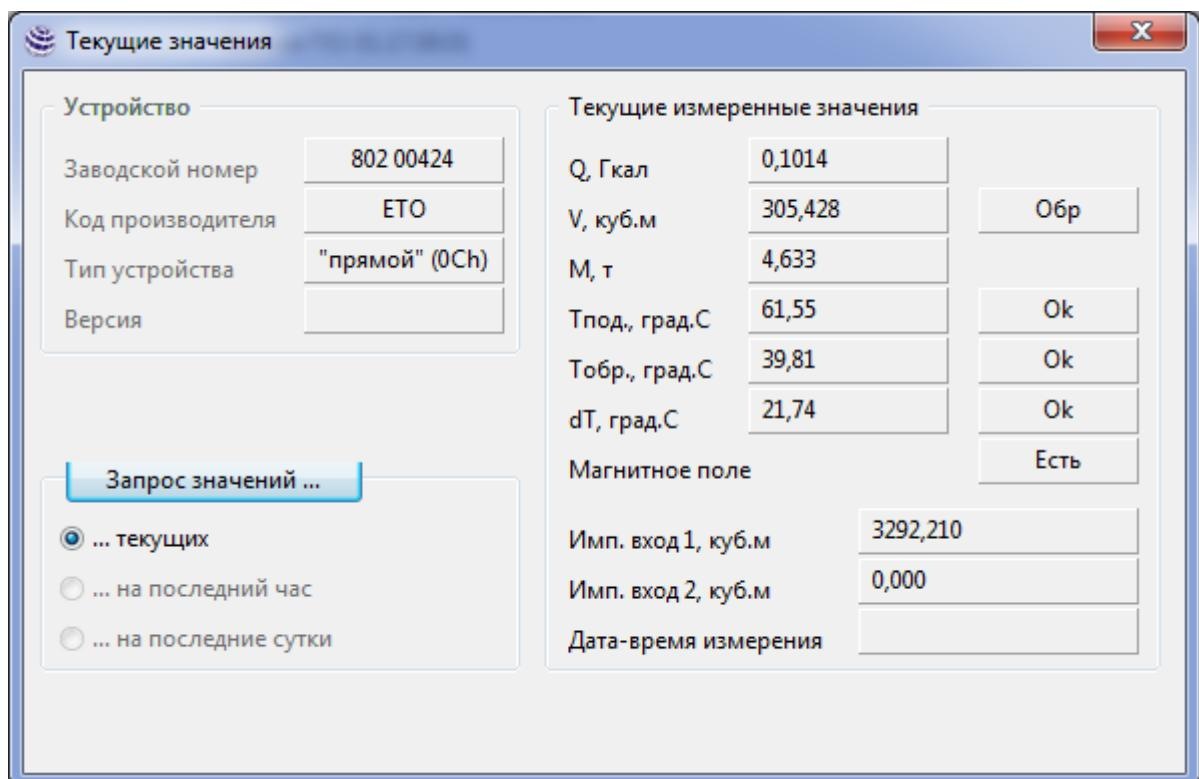

Рисунок 15. Окно «Текущие значения»
6.3.6. В окне «Текущие значения» (рисунок 15), пункт меню «Интерфейсы | Обмен», отображаются текущие измеренные счетчиком значения.